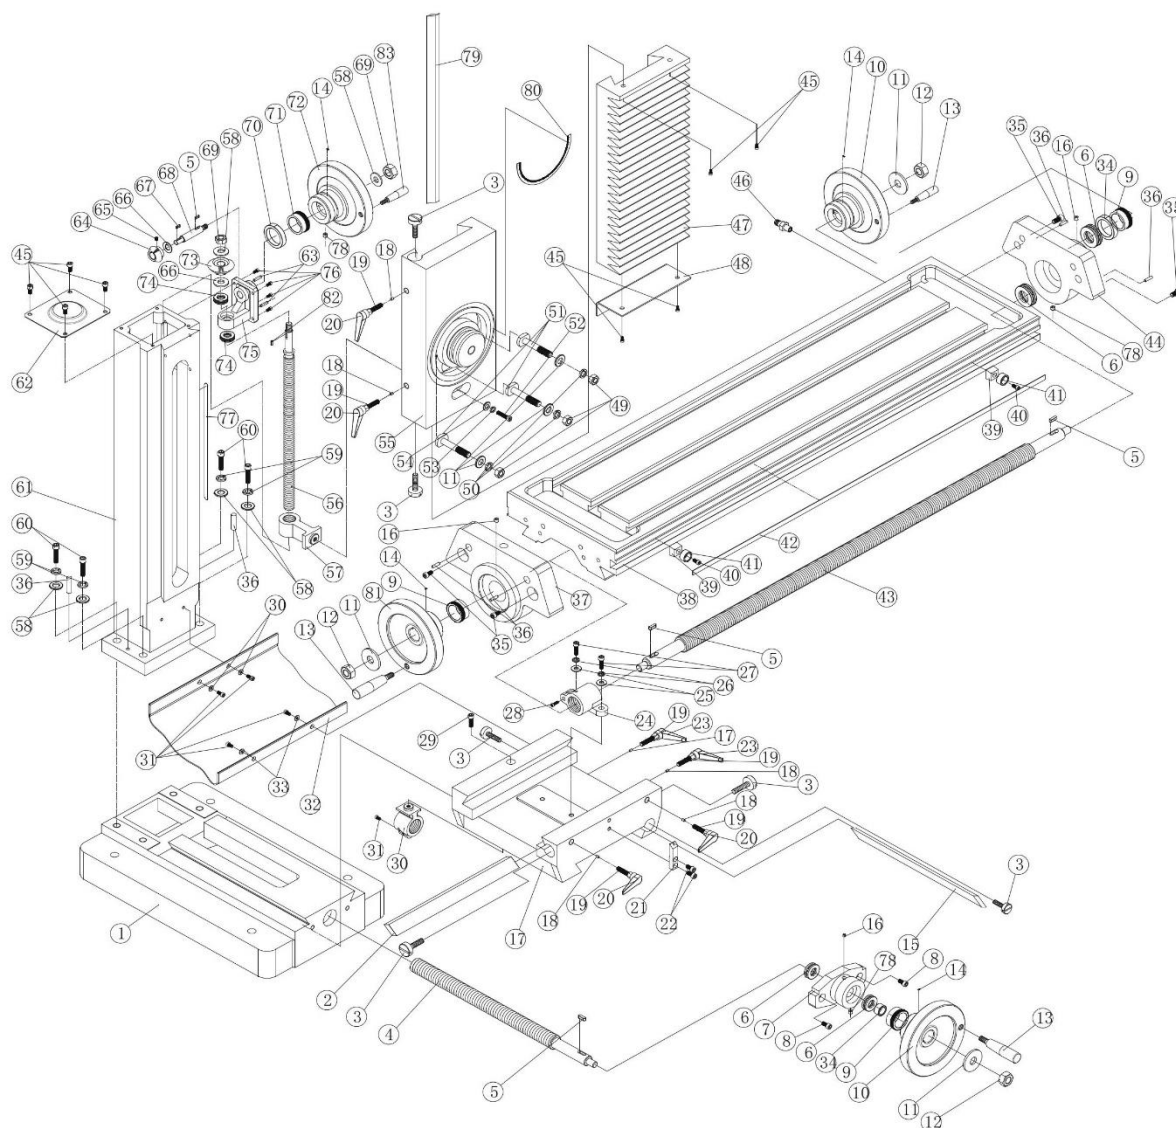

Рис. 17
2. Приложение 2 - Каталог запасных частей (рис. 17 – рис. 20, таблица 18 - таблица);